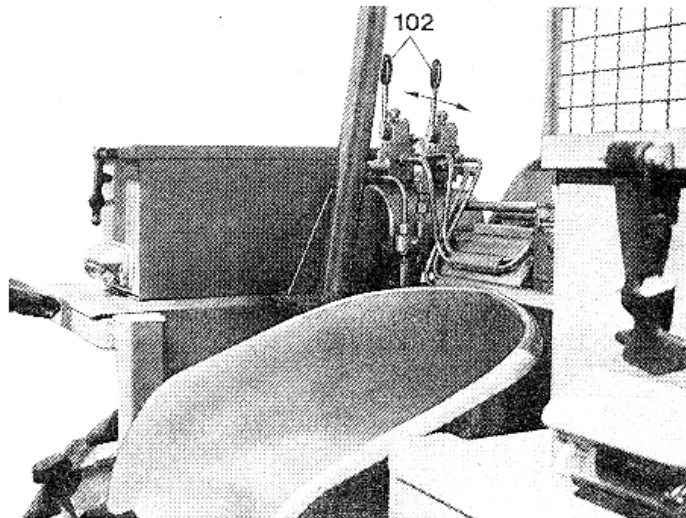

Abb. 33
3. Windenbremse mittels Hydraulikschalthebel (102 Abb. 33) lösen. Drahtseil abziehen und Last anhängen. „Schlaufen und scharfes Abkanten vermeiden“.
Zum Einziehen des Seiles wird das Windensteuergerät (102 Abb. 33) gegen den Federrückzug betätigt – die Windenkupplung schließt. Beim Loslassen führt die Rückholfeder den Steuerhebel in die 0-Lage. Die Seiltrommel wird automatisch gebremst. (Totmannschaltung).
Kupplungspedal am Schlepper niedertreten, Zapfwelle einschalten, Windenkupplung durch den Steuerhebel (102 Abb. 33) schließen und mit der Schlepperkupplung anfahren.
c) Langsames Anfahren mit der Windenkupplung und langsames Lösen der Bremse ist durch feinfühlige Bedienung des Windensteuergerätes mittels der Handhebel (102 Abb. 33) möglich. Dabei werden jedoch die Kupplungs- bzw. Bremslamellen zum Durchrutschen gezwungen – der Verschleiß steigt.